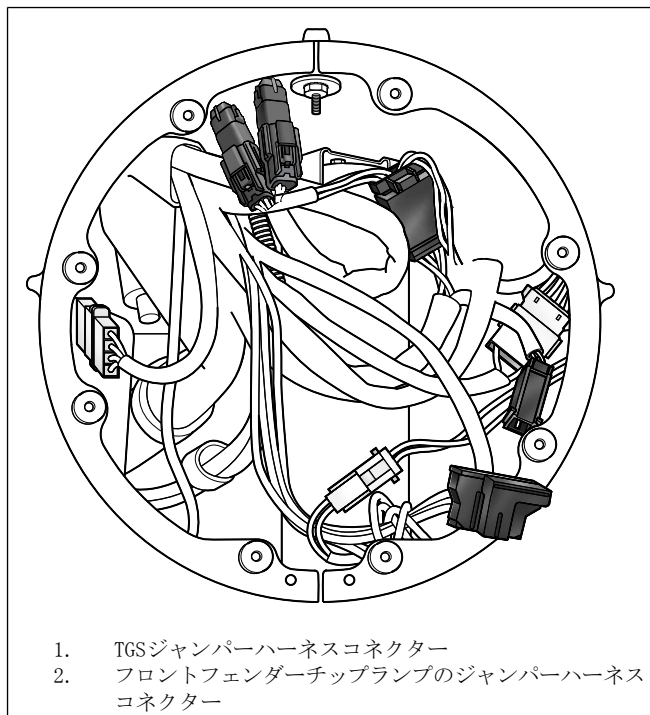

図8。RoadKingのヘッドランプワイヤー
- a. 図8を参照してください。フェンダーチップランプのワイヤーの位置を決めます。
- a. 図8を参照してください。フェンダーチップランプのワイヤー(2)の位置を決めます。
- 5. 図8を参照してください。右側のハンドグリップからのTGSコネクターの半分(1)をハーネスコネクターの半分に接続します。